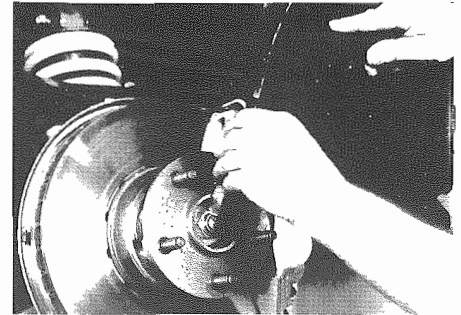

Fig. 17 - Cianfrinare il dado
- Cianfrinare il dado (**Fig. 17**), rimontare le pastiglie freni, ripristinare la carica di grasso e rimontare il coperchio paragrasso.
- Caulk the nut (**Fig. 17**), refit brake pads, restore grease load and refit sealing ring cover.